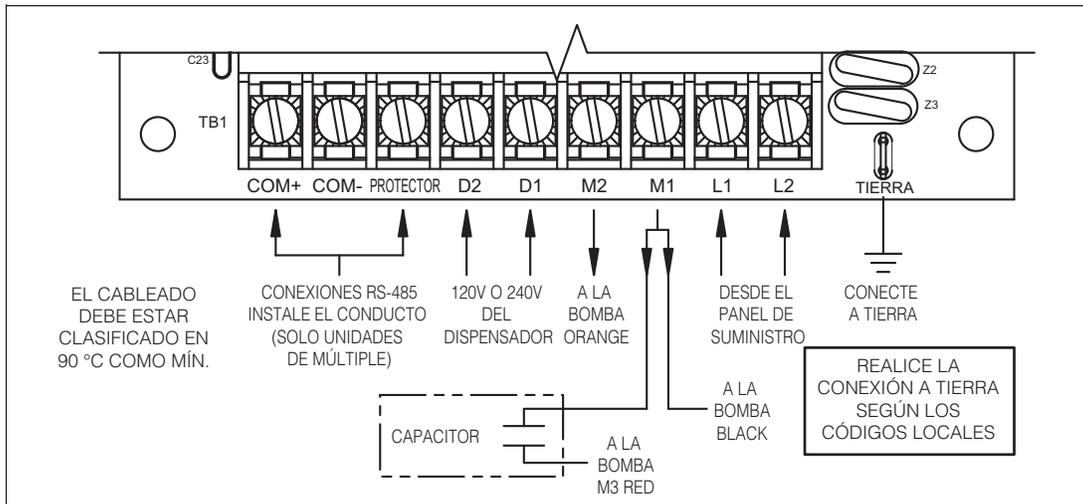

Figura 2. -058, 059
5. Los cables del motor M1 y M2 deben terminar en los terminales M1 y M2 de TB1. El cable M3 para los modelos -058 y -059 deben terminar en el cable de empalme que se incluye del condensador que está en la tapa (Figura 2).